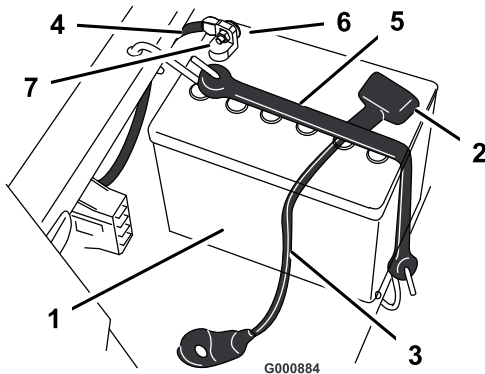

Figure 34
4. Débranchez le câble négatif (noir) de mise à la masse de la borne de la batterie (Figure 34).
- Repoussez le capuchon en caoutchouc sur le câble positif (rouge). Débranchez le câble positif (rouge) de la borne de la batterie (Figure 34).
- Enlevez la sangle de maintien de la batterie (Figure 34) et ôtez la batterie de son support.
- Placez la batterie sur son support, les bornes à l'opposé du panneau de commande (Figure 34).
- Fixez les câbles à l'aide de 2 boulons (1/4 x 3/4 pouce), 2 rondelles (1/4 pouce) et 2 écrous (1/4 pouce) (Figure 34).
- Fixez la batterie en place à l'aide de la sangle de maintien (Figure 34).